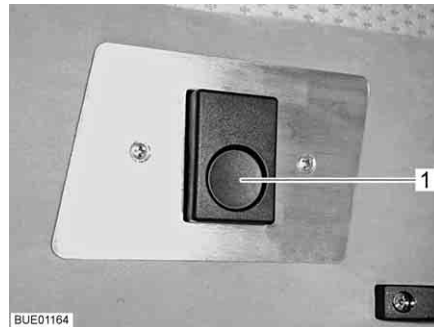
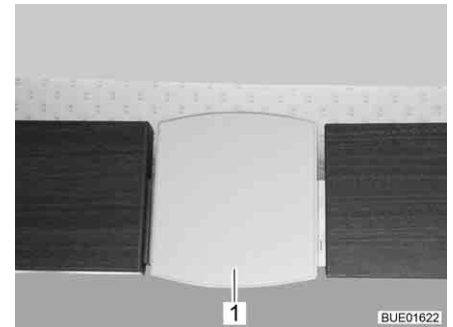

Fig. 123 Dispositivo de destravamento (Aviano)
Fig. 124 Dispositivo de destravamento (Viseo)
- Pressionar o botão de destravamento (Fig. 123,1) ou puxar para fora a placa de destravamento (Fig. 124,1). O dispositivo de bloqueio está solto.